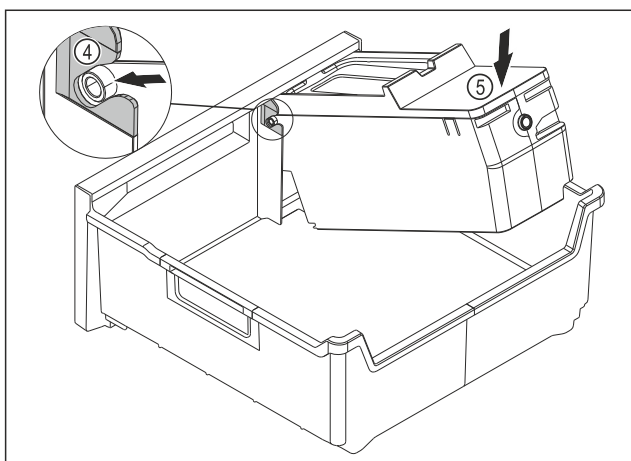

Fig. 135
- ▶ Montar el cuerpo del EasyTwist-Ice: Introducir los ejes del cuerpo del EasyTwist-Ice en las guías Fig. 135 (4).
- ▶ Presionar el cuerpo del EasyTwist-Ice Fig. 135 (5) hacia abajo por detrás.